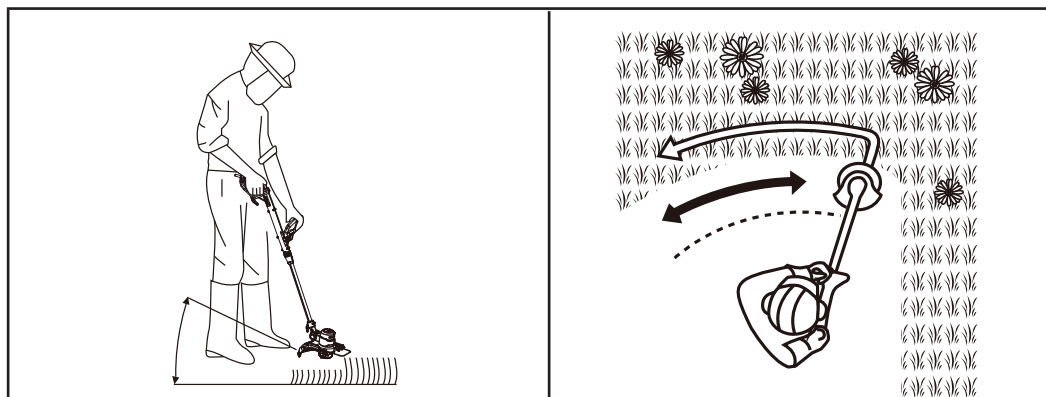

Fig. 9
- S'assurer que la position de travail est stable et maintenir fermement la machine avec les deux mains au niveau de la poignée supérieure (1) et de la poignée secondaire (6).
- Régler l'angle de la poignée principale (1) sur 0° pour la coupe.
- Placer la tête de coupe (15) juste au-dessus du sol à un angle d'environ 30° (Fig. 9).
- Déplacer lentement et régulièrement la machine de gauche à droite en formant un arc, puis revenir à la position de départ avant de couper la zone suivante (Fig. 9).